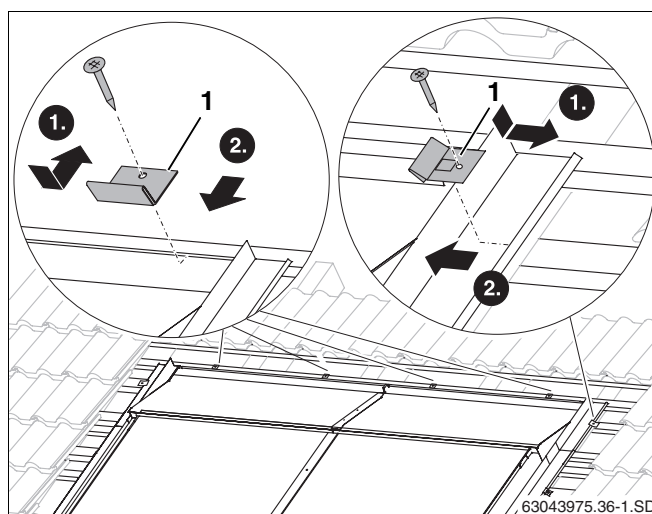

Fig. 59 Fixer les tôles de recouvrement à l'aide de fixations
- Poser la fixation (fig. 59, **pos. 1**) dans le bord de la tôle de recouvrement.